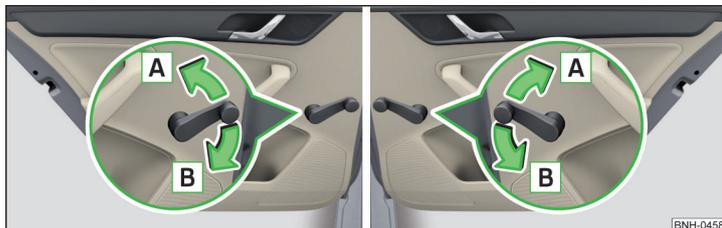

Fig. 43 Operación de ventana: a izquierda/derecha
► Girar la manivela en el sentido de la flecha **A** » fig. 43.
► Girar la manivela en el sentido de la flecha **B** » fig. 43.